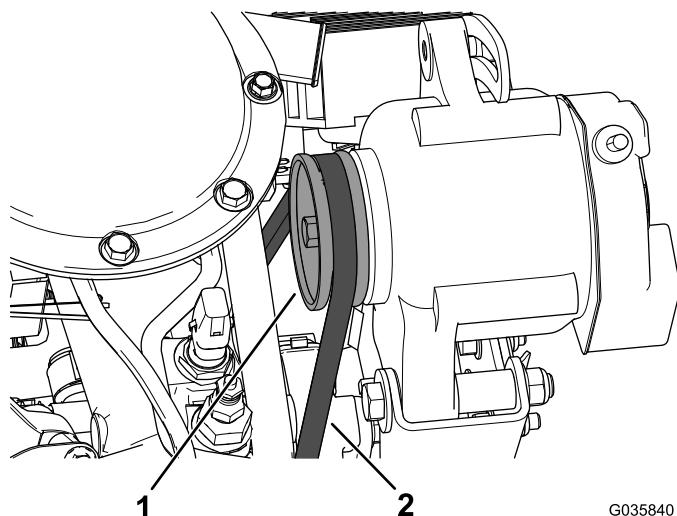

Figura 14
6. Coloque la correa del alternador sobre la polea del alternador (Figura 14).